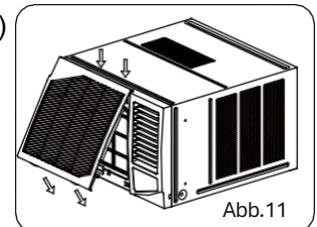

Abb. 11
2. Hängen Sie die Frontplatte an die Rahmenschlaufe und drücken Sie dann die Frontplatte in den Schlitz des Rahmens, bis Sie ein Klicken hören (siehe Abb. 11).